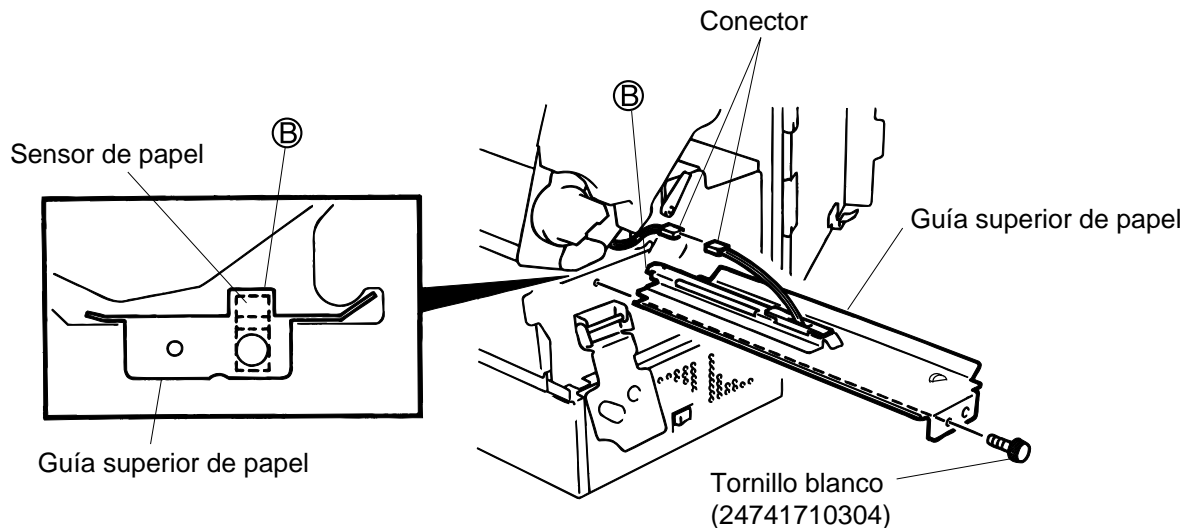

Fig. 12-5
4. Quite el tornillo blanco, desconecte el conector de la guía superior de papel y retire ésta. (Ver Fig. 12-5)
8. Introduzca la guía superior de papel haciendo coincidir la zona ⑧, con el sensor de papel. Fije esta con el tornillo blanco.